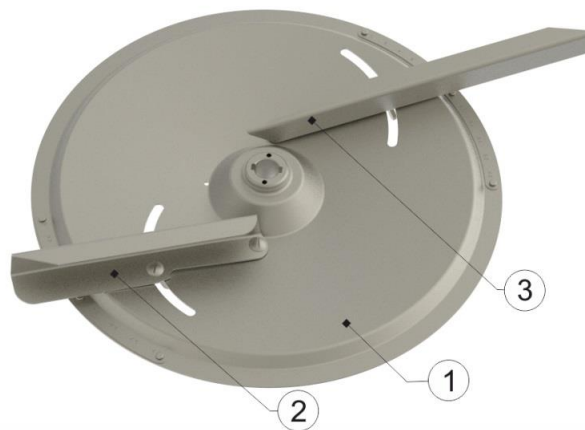

Рис. 5
2.4.5. Розподільчий диск відцентрового типу (Рис. 5 поз.1) призначений для розсіву добрив по поверхні ґрунту. По напрямку руху розрізняють лівий розподільний диск з маркуванням (1) та правий з маркуванням (2). На дисках розташовані лопатки. (Рис. 5 поз.2,3)